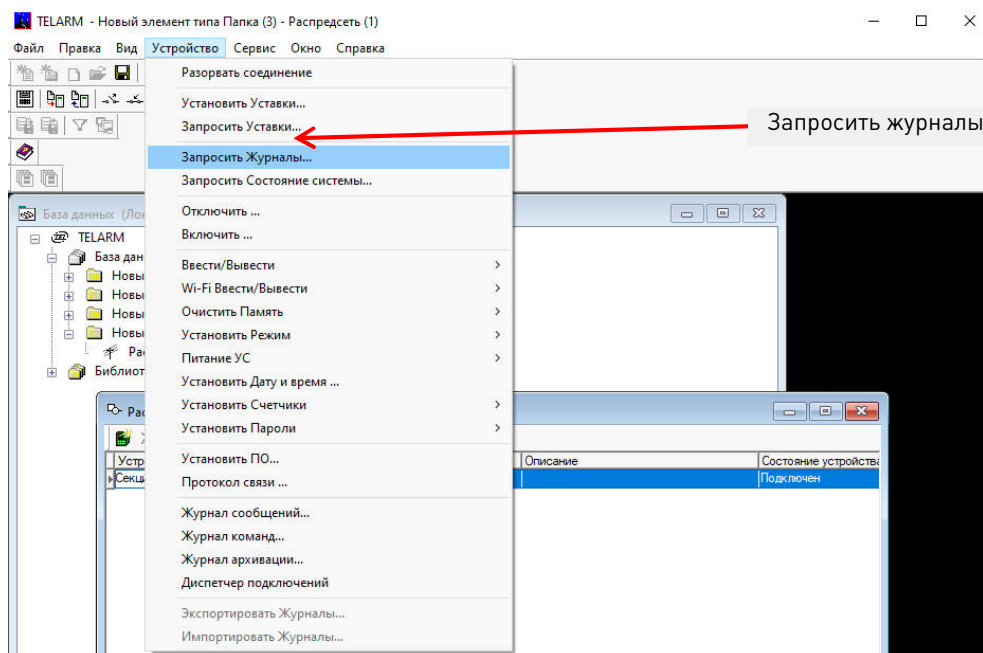

Рис.4.24. Запрос журналов из модуля управления
2. Выполнить команду «Устройство → Запросить журналы», рис. **Рис.4.24**.